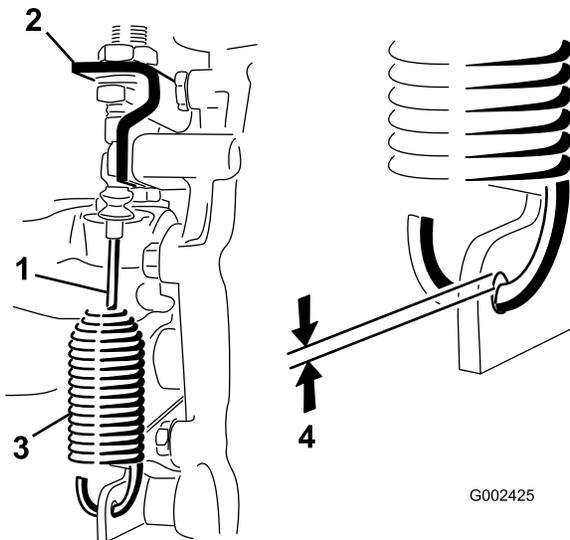

図 45
- デファレンシャルロックケーブルをトランスアクスルのブラケットに固定しているジャムナットをゆるめる 図 45。